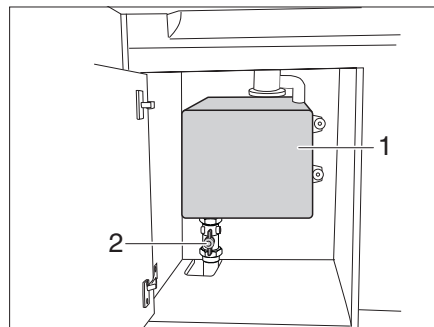

Bild 147 Innenliegender Abwassertank
- Kugelhahn (Bild 147,2) unter dem Abwassertank (Bild 147,1) öffnen. Das Abwasser wird in die Abwasserverrohrung des Caravans geleitet.